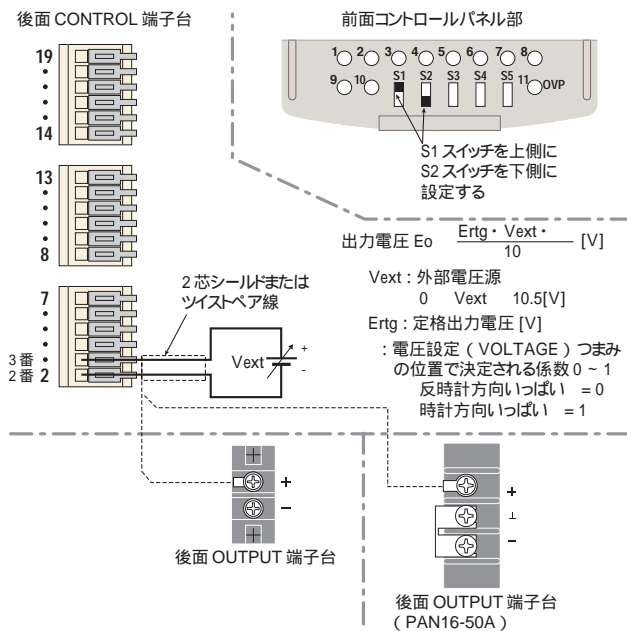

図 4-11 外部電圧による出力電圧コントロールの接続と設定
- 外部電圧による出力電圧のコントロールでは、電圧設定 (VOLTAGE) つまみによって外部電圧源 (Vext) からの入力電圧に対する、出力電圧の比を調整することができます (図 4-11 参照)。従って、つまみを時計方向いっぱい回しておかないと、定格出力電圧まで外部コントロールできません。また、パネルからの出力設定を固定したい場合は、付属のガードキャップを使用してください。
4. コントロールスイッチ S1 と S2 を図 4-11 のように設定します。
5. コントロール端子の2番と3番間に電圧源を図4-11のように接続します。